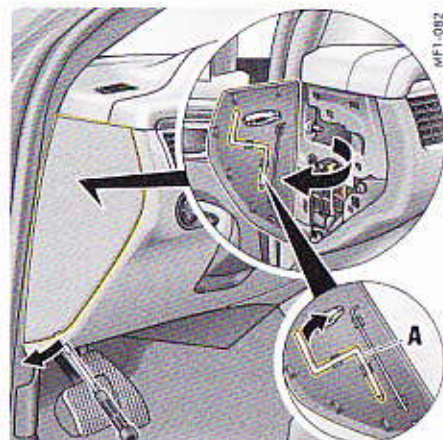

Fig. 268 : Retrait de la clé Allen
1. Retirez la clé Allen **A** du compartiment latéral du tableau de bord côté conducteur (Fig. 268).